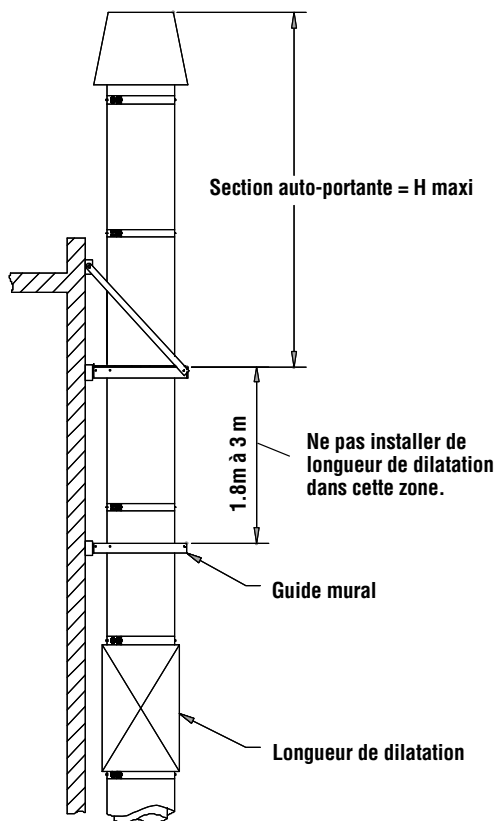

Figure 30 - Considérations spéciales pour installation à l'extérieur
4. Des considérations spéciales sont applicables lors de l'installation sur un mur extérieur. Un guide mural doit être installé à une distance de 1,8 à 3 mètres (6 et 10 pieds) en dessous du plus haut support mural afin de stabiliser la partie auto-portante de la cheminée. Ne pas installer de longueur de dilatation dans cette zone à cause des forces de flexion induites par la partie auto-portante. Voir **Figure 30** - Considérations spéciales.